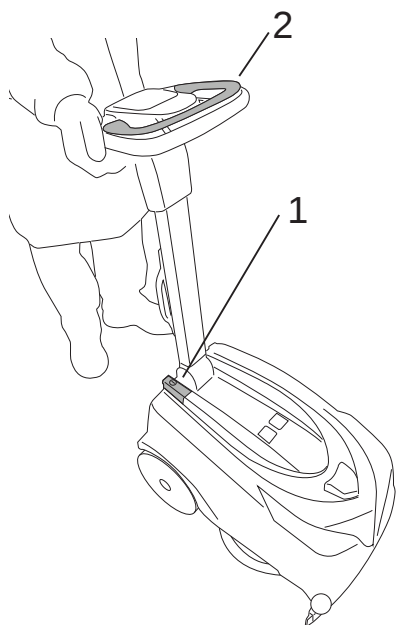
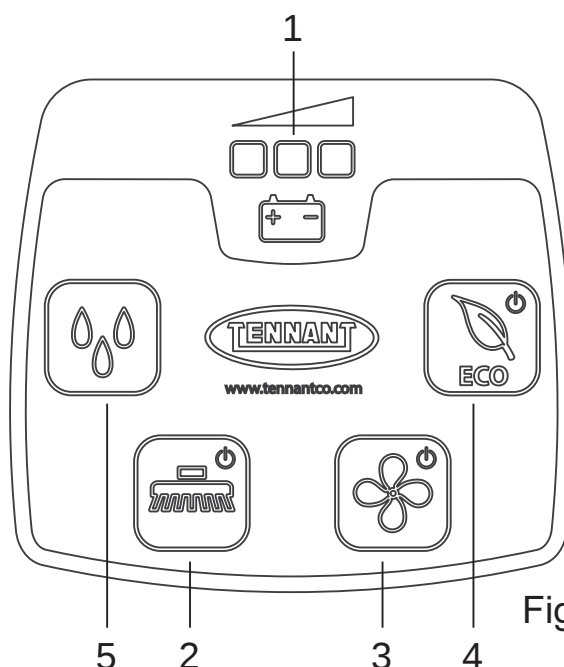

Fig.14
Fig.15
- Interruttore generale (Fig.14-Rif.1): abilita e disabilita l'alimentazione elettrica a tutte le funzioni della macchina.
- Spia di controllo carica batteria (Fig.15-Rif.1): costituita da 3 led di colore, rosso, giallo, verde che segnalano il livello di carica della batteria. Le situazioni possibili sono:
- Pulsante spazzola (Fig.15-Rif.2): abilita ("led illuminato") e disabilita ("led spento") la funzione "Spazzola", la spazzola entra in funzione solo azionando la "Leva comando spazzola" (Fig.14-Rif.2) .
- Pulsante aspirazione (Fig.15-Rif.3): accende ("led illuminato") e spegne ("led spento") il motore aspirazione, il quale consente di asciugare il pavimento su cui si sta lavorando. Il motore entra in funzione solo azionando la "Leva comando spazzola".
- Pulsante flusso soluzione (Fig.15-Rif.5): per abilitare, disabilitare o variare l'erogazione del flusso soluzione, procedere in questo modo:
- Pulsante ECO (Fig.15-Rif.4): abilita ("led illuminato") e disabilita ("led spento") il funzionamento ECO.